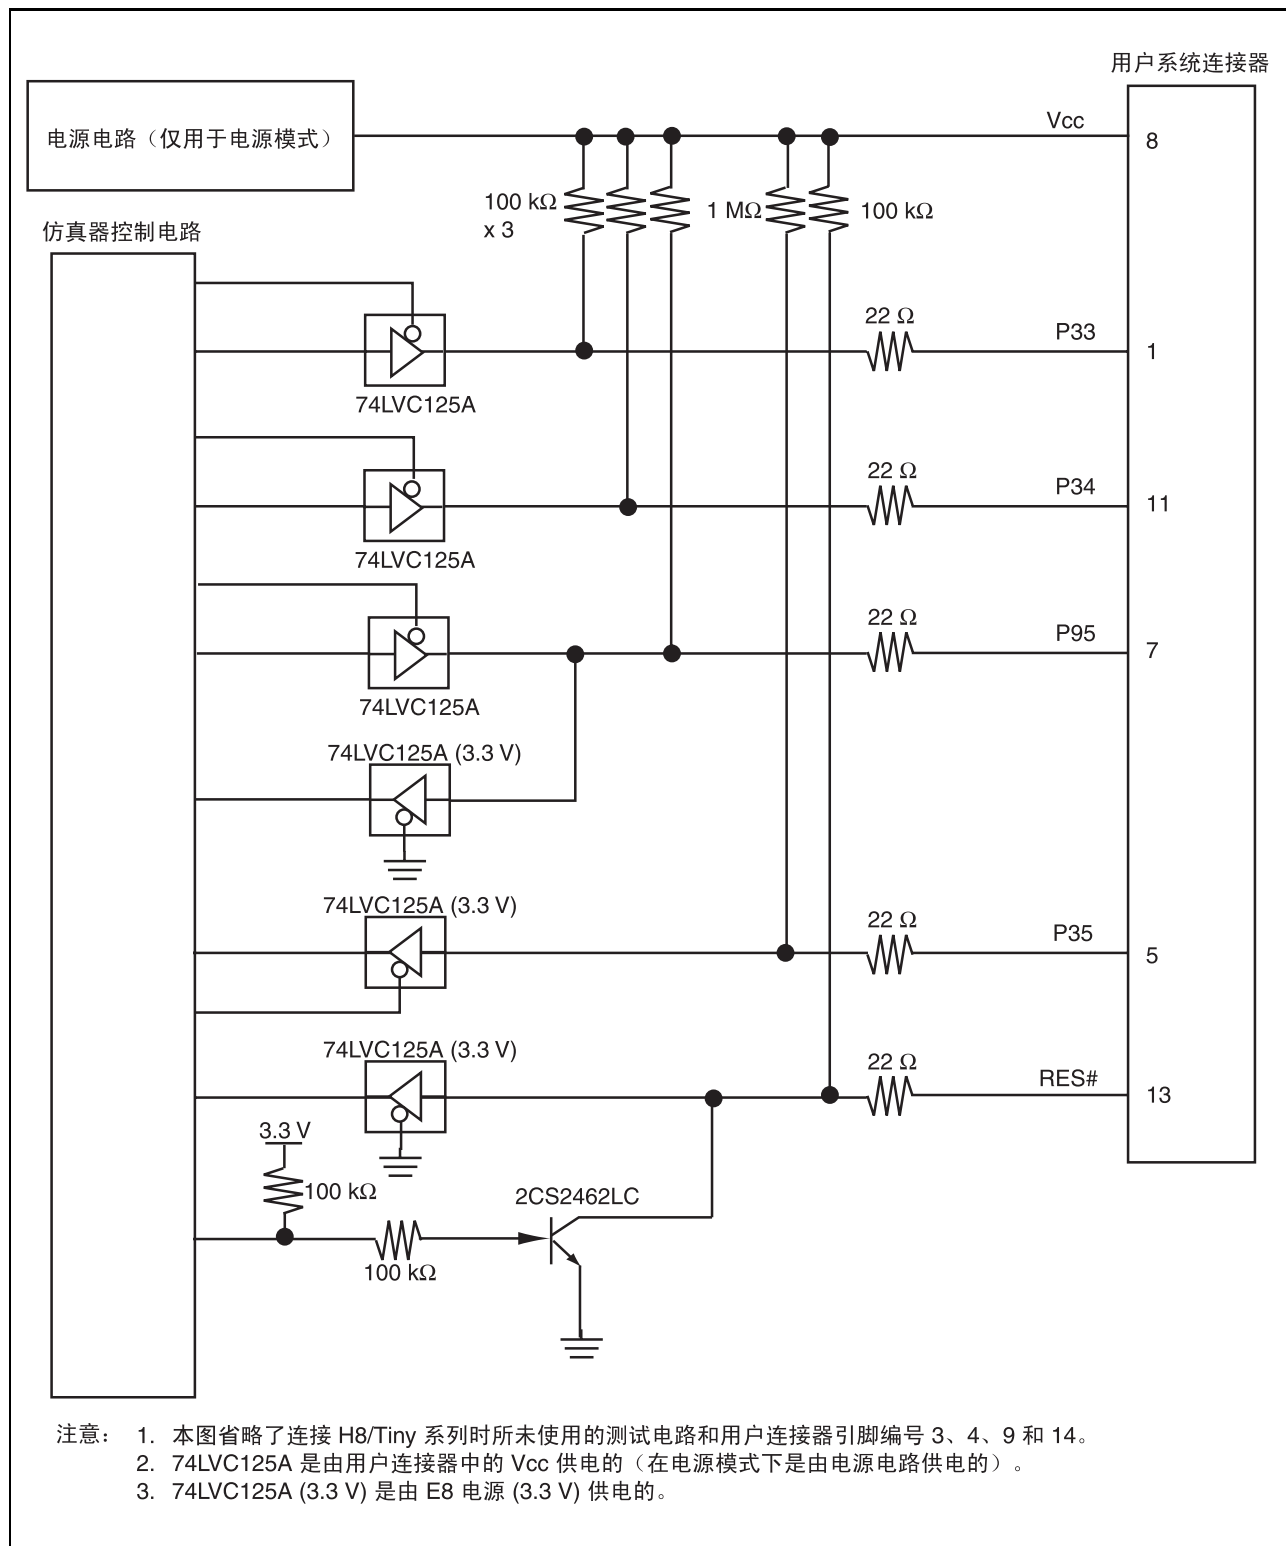

图 4.5 E8 仿真器中的接口电路（参考）
6. 图 4.5 和 4.6 分别显示了 E8 和 E8a 仿真器中的接口电路。请参考这些图来确定上拉电阻值。